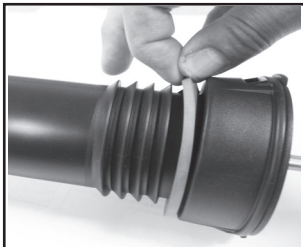

Figura 1
1. Inspeccione la empaquetadura. Si está gastada o dañada, sáquela y reemplácela. **(Vea la Figura 1)**